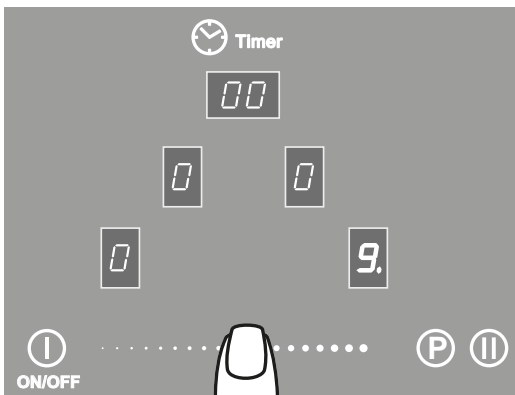
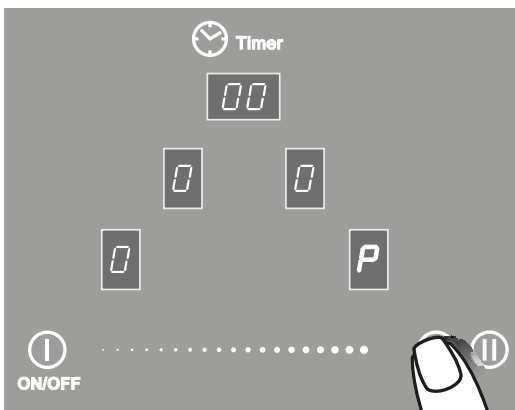

Рис.21
Рис.22
2. Выбор необходимого уровня мощности производится перемещением пальца по специальной поверхности ④ - «скользящая кнопка» (рис. 21). Когда уровень мощности меняется, звучит сигнал, а в окне выбранной конфорки отображается мощность от «0» до «9». Если необходимо установить усиленный уровень мощности (BOOSTER), необходимо коснуться зоны «P» (рис. 22). Конфорка будет работать при максимальном уровне электропотребления в течении 10 мин. По истечении 10 минут звучит звуковой сигнал и затем конфорка приходит к уровню «9». При необходимости режим «P» можно выключить коснувшись зоны «P». Если на конфорку не установлена посуда, в информационном окне конфорки будет светиться символ «U» - «кастрюля не обнаружена» и нагрев не производится.